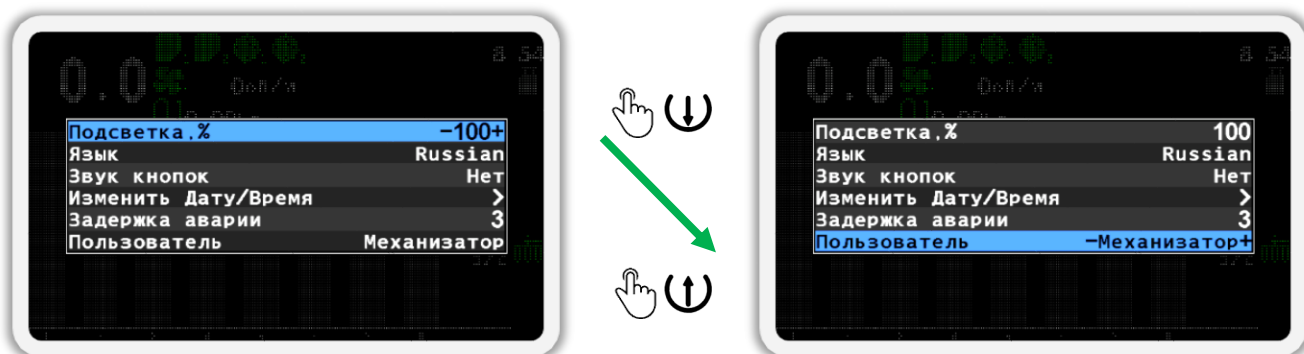

Рисунок 49
- б) Еще раз нажмите кнопку  «Меню». В результате на экране будет показано меню «Настройки» (см. Рисунок 49). В этом меню выберите пункт  «Пользователь». Для этого используйте кнопки  «Вверх» и  «Вниз» (далее, по тексту, для перехода от одного пункта меню к другому используйте эти кнопки).